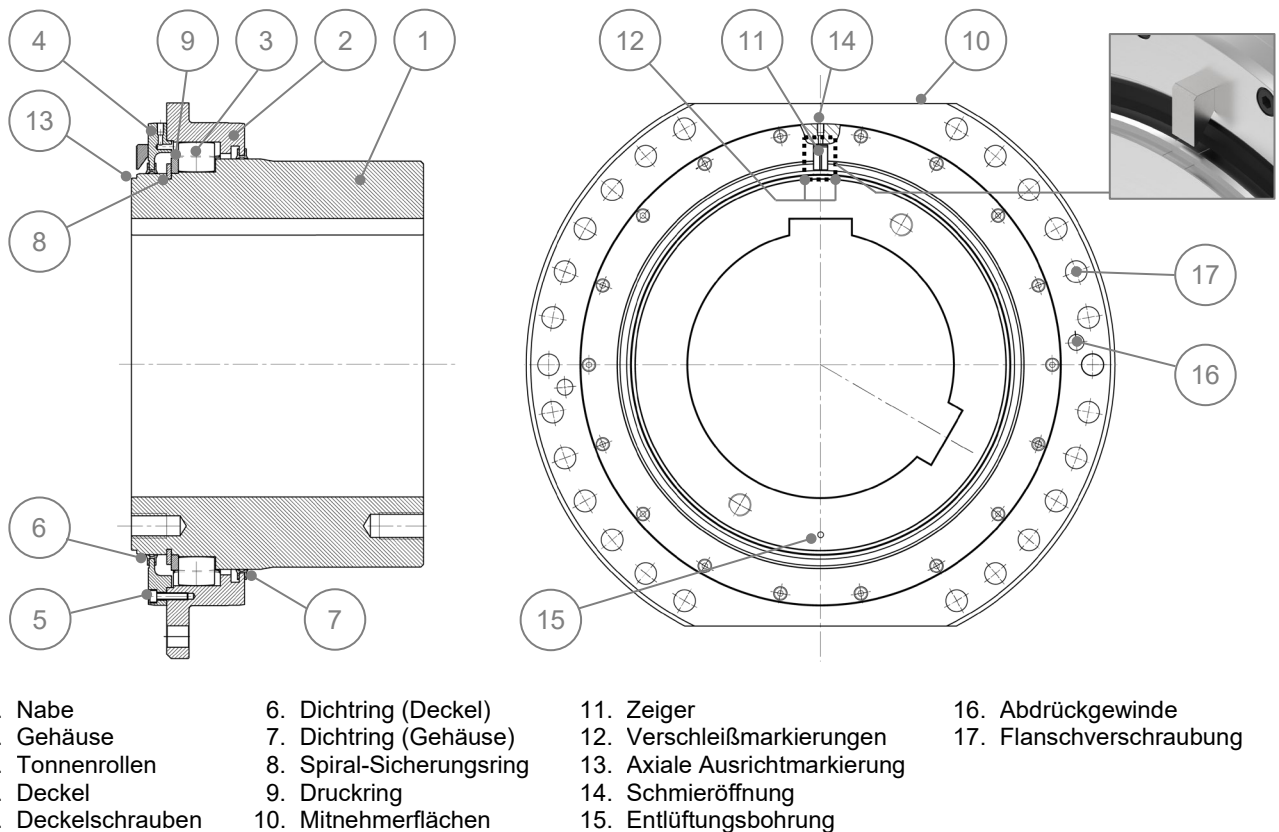

Bild 1: Schematischer Aufbau der RINGFEDER® TNK TKVO
Die RINGFEDER® Tonnenkupplung TNK TKVO, Bild 1, überträgt das Moment mittels tonnenförmiger Körper (Pos. 3). Diese sind in halbkreisförmigen Verzahnungen je zur Hälfte in der Nabe (Pos. 1) und im Gehäuse (Pos. 2) eingebettet. Dadurch wird das Übertragen einer radialen Kraft bei gleichzeitigem Ausgleich winkligen Versatzes zwischen den zu verbindenden Elementen des Antriebsstrangs ermöglicht.
- Befestigen Sie den Deckel (Pos. 4) mit den Deckelschrauben (Pos. 5). Beachten Sie, dass der Deckel in Umfangrichtung so zur Nabe positioniert wird, dass sich der Zeiger innerhalb der Verschleißmarkierungen befindet sowie die Schmieröffnung möglichst gegenüber der Entlüftungsbohrung (Pos. 15). Die Entlüftungsbohrung soll dabei möglichst unten platziert sein, Bild 1.